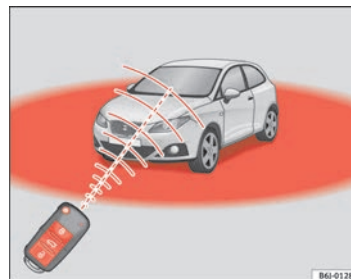

Abb. 44 Wirkungsbereich der Funk-Fernbedienung
Zudem blinkt die Batterie-Kontrollleuchte des Schlüssels ⇒ Abb. 44 auf.
- Die Funk-Fernbedienung funktioniert nur innerhalb seines Wirkungsbereiches ⇒ Seite 81, Abb. 44.